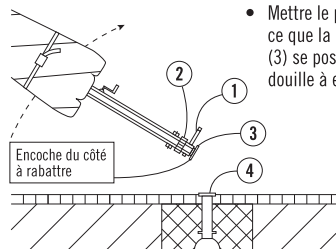

Fig. 3
- Mettre le parasol debout, jusqu'à ce que la rondelle du tube d'appui (3) se pose sur la rondelle de la douille à enfoncer (4) (Fig. 3).